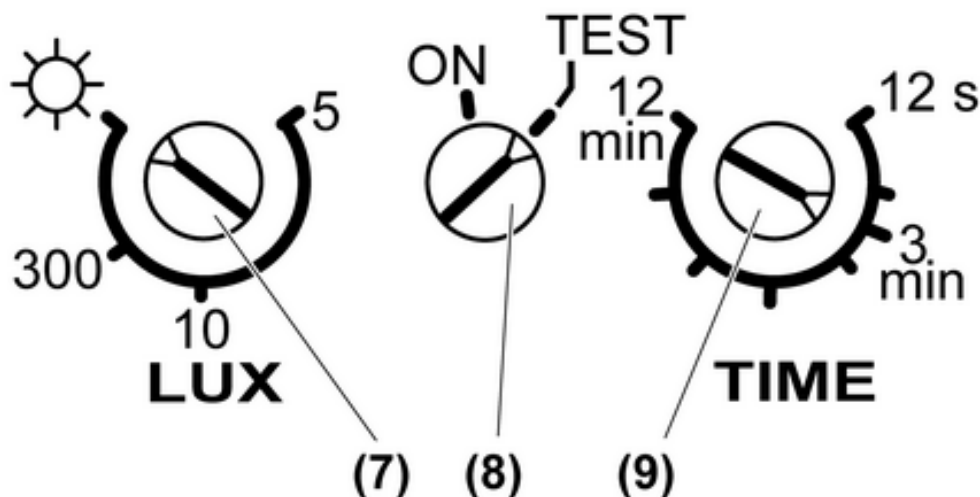

Bild 2: Einsteller
- Einsteller für Betriebsart (8) auf Position **TEST** drehen (Bild 2).
- Einsteller für Betriebsart (8) auf Position **ON** drehen (Bild 2).
- Einsteller **LUX** (7) auf entsprechende Position drehen (Bild 2).
- Einsteller **TIME** (9) auf die entsprechende Position drehen (Bild 2).